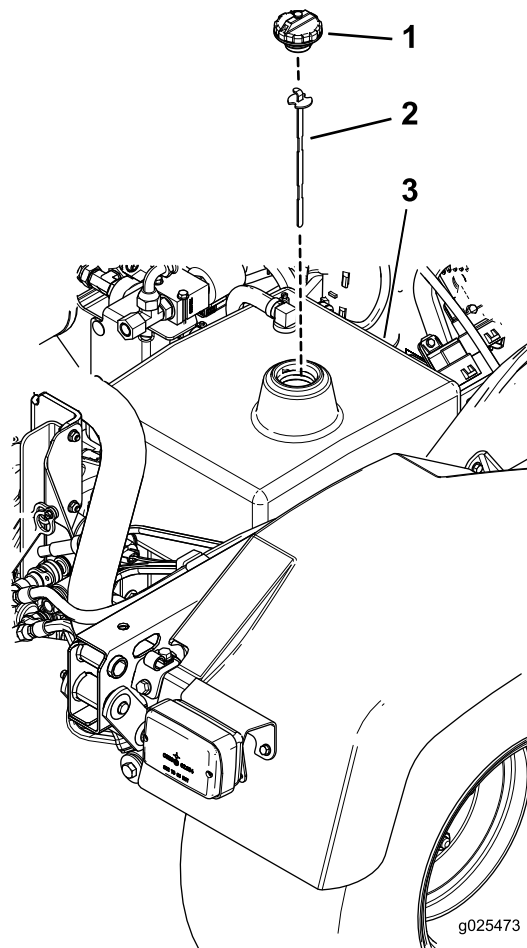

Figure 22
1. Nettoyez la surface autour du goulot et du bouchon de remplissage du réservoir hydraulique (Figure 22). Enlevez le bouchon du goulot de remplissage
2. Dévissez la jauge (Figure 22) du goulot de remplissage et essuyez-la sur un chiffon propre. Remettez la jauge dans le goulot de remplissage, ressortez-la et vérifiez le niveau de liquide. Il doit se situer entre les repères de la jauge.